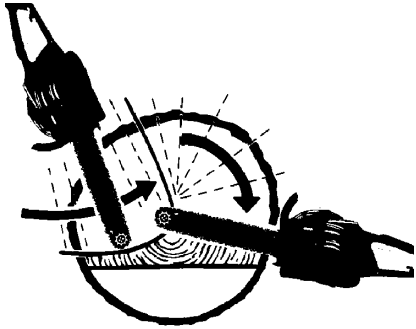

Fig. 11
2. Cuando el diámetro de la madera es más grande que la longitud de la barra, realice 2 cortes como se muestra (Fig. 11).